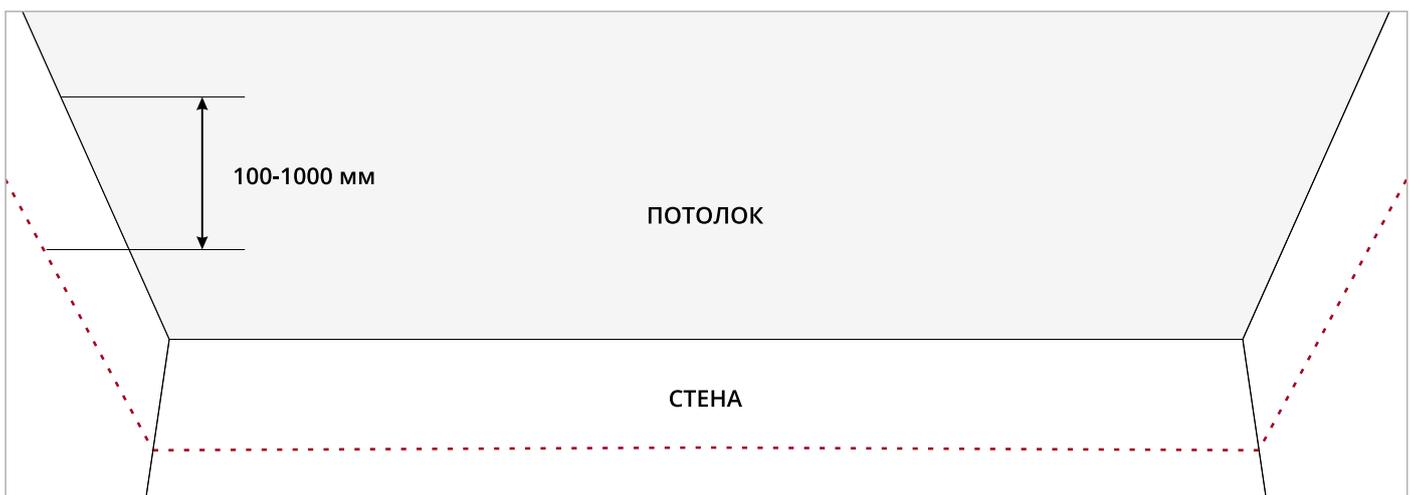

Рис.12
4. Соединить полученные точки с помощью разметочного шнура (прочертить линии по шнуру) или лазерного нивелира (Рис.12).